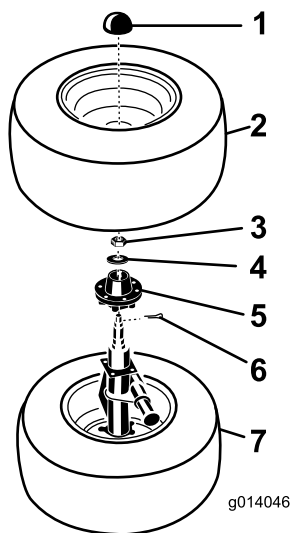

図 3
6. 内側のタイヤを上にして、タイヤ-車軸アセンブリを床の上に置く。各アセンブリから上側のタイヤを外す（図 3）。
7. ダスト・キャップ、コッター・ピン、ベアリング・テンション・ナット、ワッシャを外す（図 3）。
8. 最後にハブ・アセンブリを取り外すと（図 3）、スピンドルと固定プレートが残る。
注 2-4 輪ブレーキ・キットを今回にまとめて取り付ける場合には、アセンブリ全体を逆にして (図 3)、残りのブレーキ・アセンブリとドラム・アセンブリも同様に取付けます。正しいブレーキ・アセンブリ (内側タイヤに使用したブレーキ・アセンブリと反対のもの) を取付けてください。